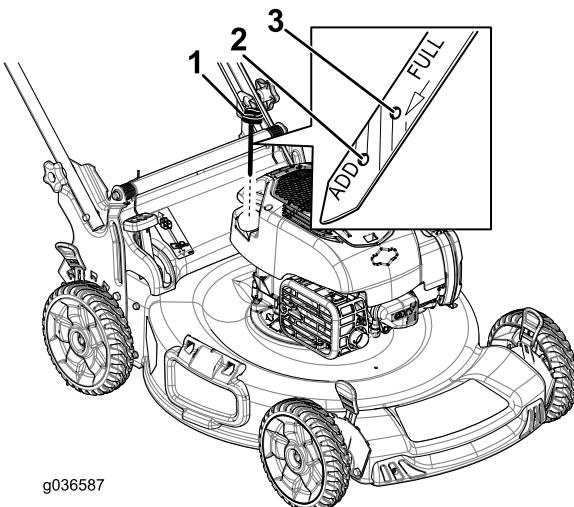

Рисунок 8
- Извлеките масломерный щуп (Рисунок 8).
(Полный) на масломерном щупе (Рисунок 8). Не допускайте переполнения.